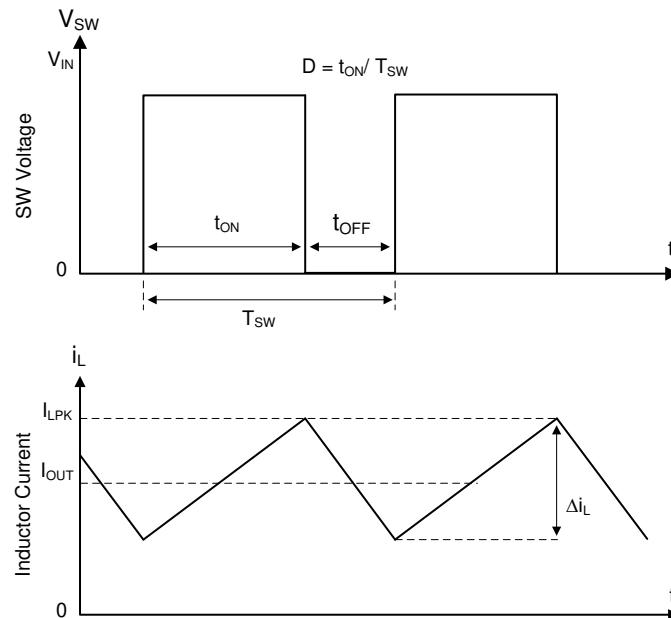

图 6-1. 连续导通模式 (CCM) 下的 SW 节点和电感器电流波形
TPSM843321 的以下运行说明涉及功能方框图和图 6-1 中的波形。TPSM843321 是一款同步降压转换器，具有集成式高侧 (HS) 和低侧 (LS) MOSFET (同步整流器)。TPSM843321 通过使用受控的占空比打开高侧和低侧 NMOS 开关来提供稳定的输出电压。高侧开关导通期间，SW 引脚电压上升至约 V_{IN} ，电感器电流 i_L 以线性斜率 $(V_{IN} - V_{OUT})/L$ 增加。当高侧开关被控制逻辑断开时，低侧开关在经过反击穿死区时间后将会导通。电感电流通过低侧开关以斜率 $-V_{OUT}/L$ 放电。降压转换器的控制参数为占空比 $D = t_{ON}/T_{SW}$ ，其中 t_{ON} 是高侧开关导通时间， T_{SW} 是开关周期。转换器控制环路通过调整占空比 D 来维持恒定的输出电压。在可忽略损耗的理想降压转换器中， D 与输出电压成正比，与输入电压成反比： $D = V_{OUT}/V_{IN}$ 。